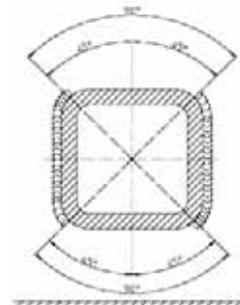

Abb. 2
- Abb. 2 gibt die Bereiche der Vierkantachse an, in denen Schweißvorgänge erlaubt sind.